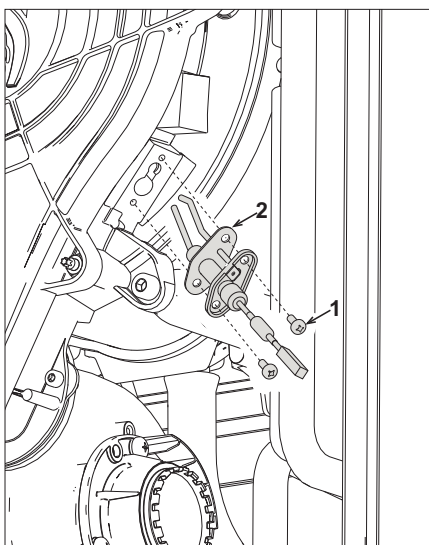

fig. 45
- Pentru a curăța schimbătorul de căldură este util să scoateți electrodul (vezi fig. 45)